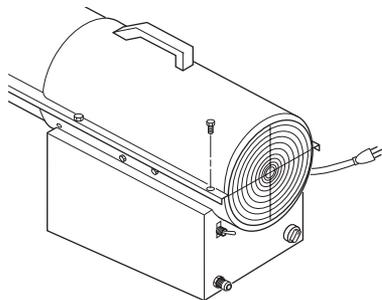

Figure 5 - Retrait de la partie supérieure de l'habillage
1. Retirez l'échangeur de chaleur supérieur (voir Figure 5).